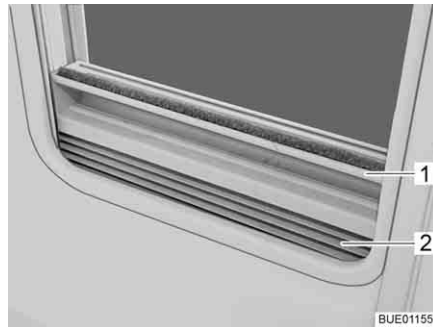

Bild 61 Plisségardin
- Ta tag i mitten på plisségardinens (Bild 61,2) list (Bild 61,1) och drag den nerifån och upp och släpp loss den vid önskad höjd. Plisségardinens stannar på denna höjd.